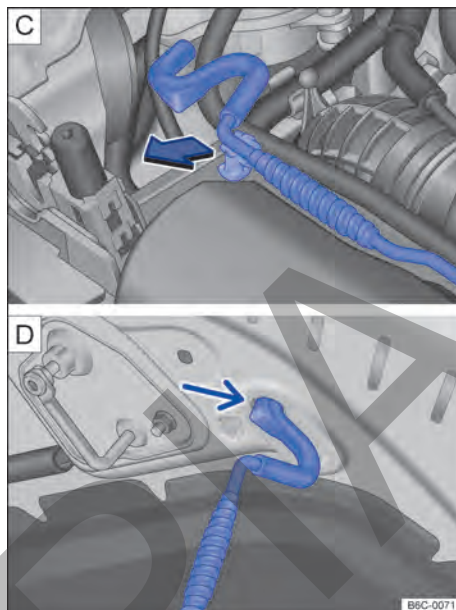

Fig. 181 C) Varilla de sujeción de la tapa del compartimento del motor. D) Tapa del compartimento del motor apoyada en la varilla de sujeción.
- Retirar la varilla de sujeción del soporte en el sentido de la flecha → fig. 181 C) y colocarla en la abertura de la tapa del compartimento del motor → fig. 181 D). ▶
- Retirar la varilla de sujeción del orificio → fig. 181 y encajarla en el soporte del cierre → fig. 181 .